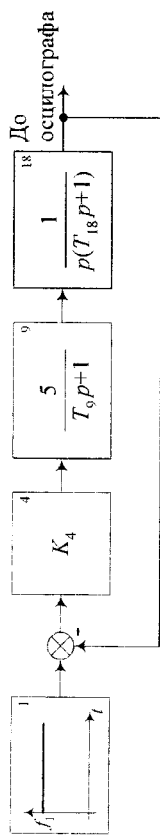

Рис.13
6. Зібрати модель слідуючої системи за схемою, яка зображена на рис. 13.